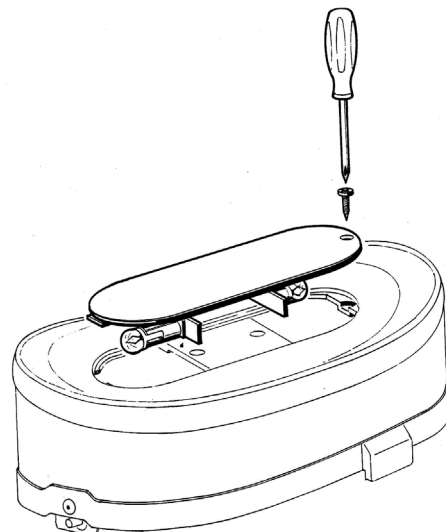

figure 19
**3** Remplacement des ampoules du couvercle: dévissez la vis placée sur la partie supérieure du couvercle et enlevez le support des douilles. Substituez les ampoules et remontez le support. (voir figure 19)